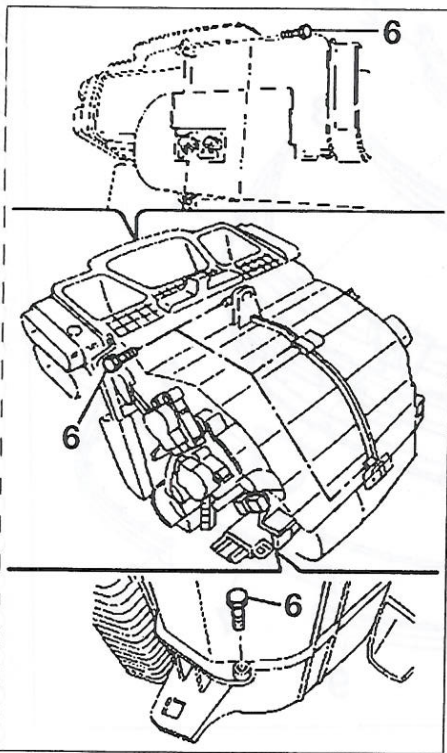

FIGURA 10-22
- Desmontar los tornillos (6) del bloque de calefacción/climatizador (figura 10-22).